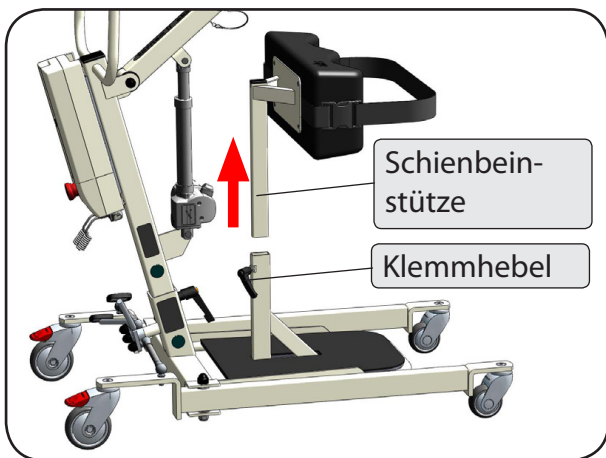

Abbildung 30
2. Lösen Sie den Klemmhebel der Schienbeinfixierung und ziehen Sie die Schienbeinstütze heraus. Legen Sie diese bei Seite. Ziehen Sie den Klemmhebel wieder leicht an (Abbildung 30).